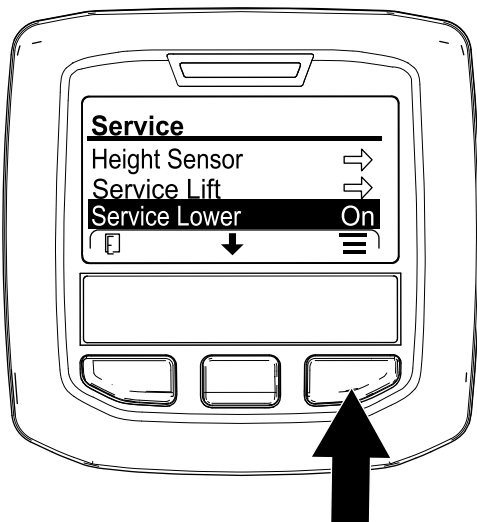

Figura 178
6. Premete il tasto centrale dell'InfoCenter fino a quando non viene selezionata l'opzione ABBASSAMENTO MANUTENZIONE (Figura 178), quindi premete il tasto destro.